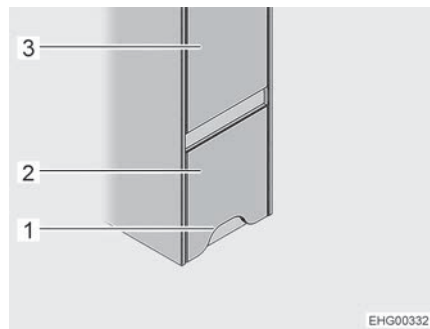
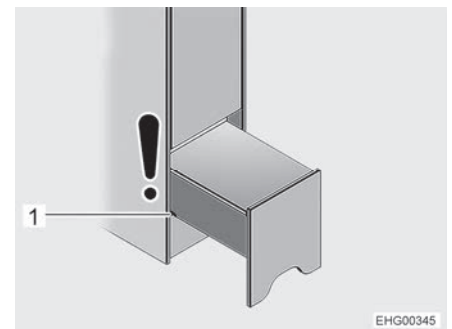

Bild 122 Klättringshjälp (stängd)
Bild 123 Klättringshjälp (nattläge)
Klättringshjälpen är installerad på fordonets högra sida under klädskalet (Bild 122,3) framför den bakre sängen.
- Toalettrumsdörren ligger mitt emot klättringshjälpen. Så länge klättringshjälpen är endast delvis utdragen ("nattläge", se Bild 123), kan toalettdörren fortfarande öppnas. Om klättringshjälpen dras ut helt för att ge åtkomst till förvaringsfacket, kan toalettrumsdörren inte längre öppnas helt.
- Grip tag i klättringshjälpens (Bild 122,2) utsnitt (Bild 122,1), lyft lätt och dra ut till den första skåran (Bild 123,1) (nattläge).